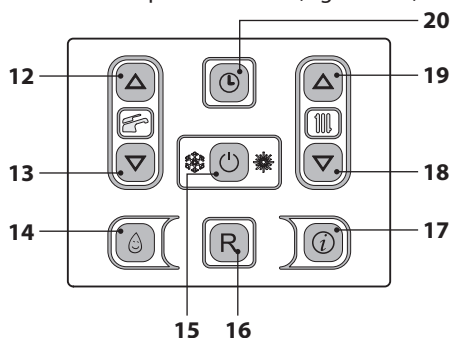
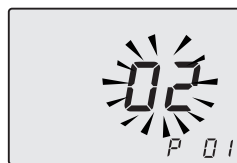

Figura 5.60
Figura 5.61
di di tasti 15 - 18 - 19 (Figura 5.60) fino a far apparire sul display LCD le lettere **P01**, indicanti l'entrata nel "parametro 01" (Figura 5.61).
- Premendo il tasto 15 (Figura 5.60) si ottiene la conferma del valore inserito.